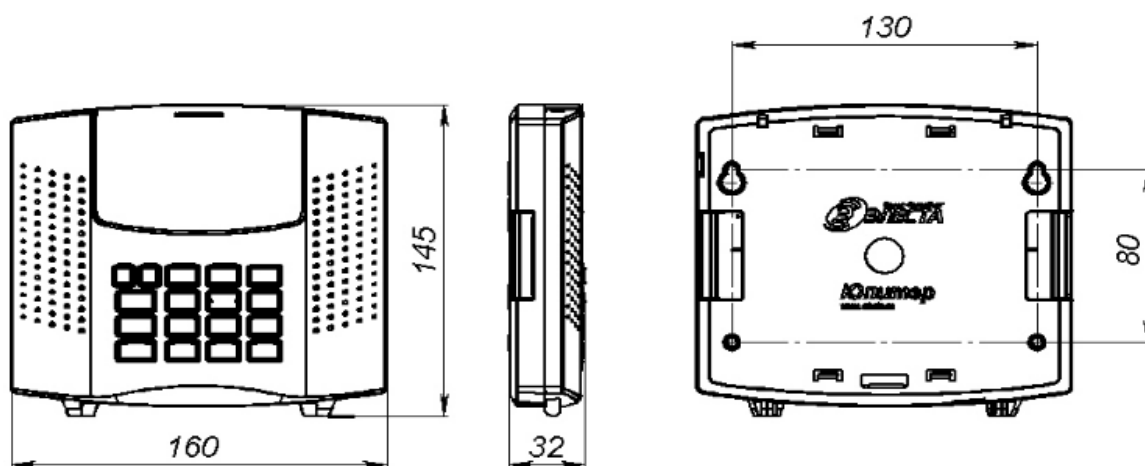

Рисунок 10 – Габаритные и установочные размеры устройства
Устройство устанавливается в помещении с ограничением доступа посторонних лиц, в удобном для технического обслуживания месте. Устройство крепится к стене на высоте, удобной для наблюдения индикации и работы с клавиатурой. Устройство навешивается на два самореза, укрепленных в стене, и крепится двумя саморезами, через отверстия в нижней части основания корпуса (рисунок 10).
- завернуть в стену два самореза по установочным размерам (рисунок 10);